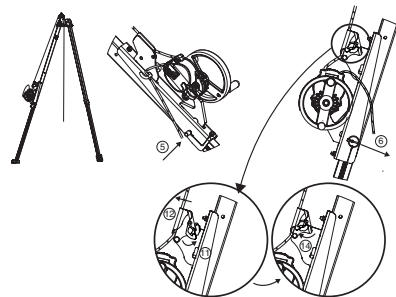

Abb. 9
WICHTIG: Auf die Einbaurichtung achten: die Kernmantelseilklemme muss zur Oberseite des Dreibaums trapcode weisen (Abb.9).
5. Den Befestigungsbolzen des Adapters für Gerät derope™ UP R anbringen. Der Befestigungsbolzen hat zwei Funktionen: Verriegelung der Stütze des Dreibaums trapcode und Befestigung des Adapters für Gerät derope™ UP R an der Stütze (Abb.9, 5).
6. Den Befestigungsbolzen mit dem Sicherungsstift verriegeln (Abb.9, 6).
11. Die Schotklemme des Adapters öffnen (Abb.9, 11).
12. Das aus dem derope™-Gerät austretende Kernmantelseil in die Schotklemme des Adapters einführen (Abb.9, 12).
14. Die Schotklemme schließen (Abb.9, 14).